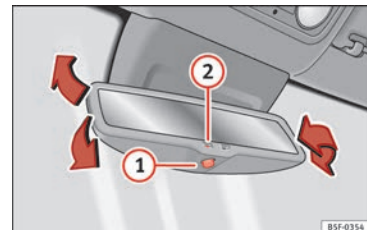

Fig. 19 Espelho interior com regulagem automática* para posição de antien-
- Ativar o antiencandeamento automático: pressione o botão ① » Fig. 19. A luz de controlo ② acende-se e, ao incidir a luz, o retrovisor escurece.